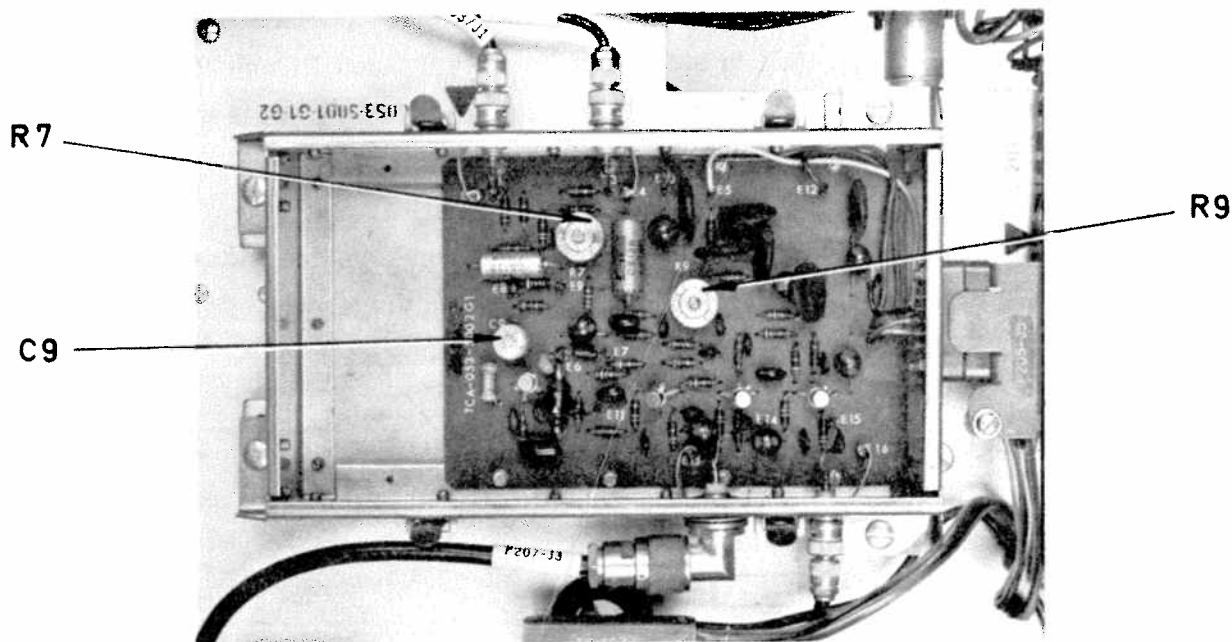

Bild 3
- 3.2.4 Justera med kondensatorn C9 (se bild 3) i modulatern tills nollgenomgång erhålls på instrumentet. Vid små ändringar i inställningen av kondensatorn C9 ska häftiga utslag erhållas på instrumentet.